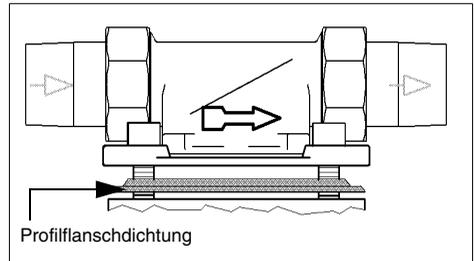

Abb. 4: Einbaudrehflansch
**Der Einbaudrehflansch muss in Fließrichtung installiert werden. Diese ist durch einen eingegossenen Pfeil gekennzeichnet (siehe Abb. 4).**
- Prüfen, ob das Profil der Profilflanschdichtung zum Einbaudrehflansch zeigt (siehe Abb. 4).
Das Profil der Profildrillflanschdichtung muss zum Einbaudrehflansch zeigen (siehe Abb. 4). Wird dies nicht beachtet, so kann es zu Undichtheiten und zum Austreten von Wasser kommen. Dabei können Wasserschäden an Haus und Einrichtung entstehen.